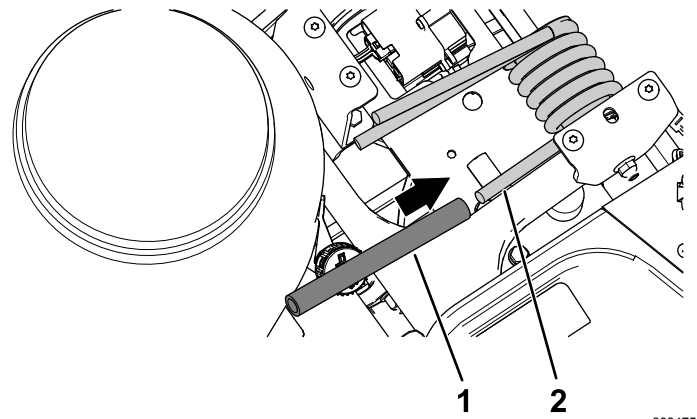

Figura 2
2. Coloque o tubo de elevação da mola na extremidade da mola de torção (Figura 2).